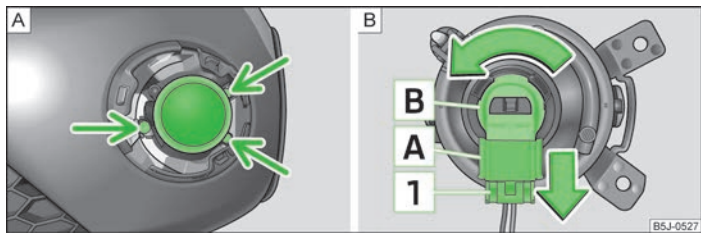

Fig. 149 Bara de protecție față: Farurile de ceață / farurile de ceață: Înlocuirea becului
- Desfaceți cu ajutorul unei șurubelnițe » pagina 156, *Trusa de scule* șuruburile » fig. 149 - **A**.
- Apăsăți siguranța **1** » fig. 149 a conectorului **A** și scoateți conectorul din socul **B**.